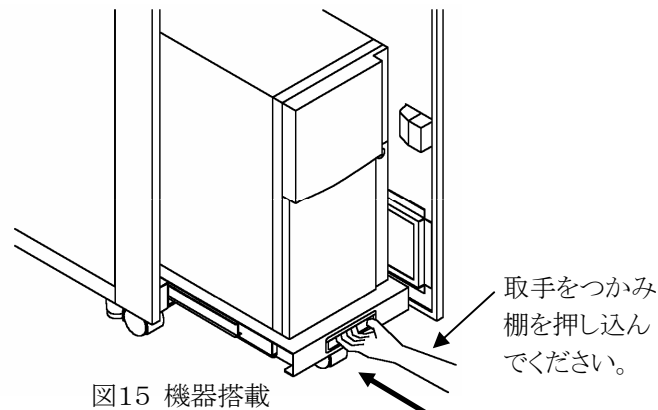

図15 機器搭載
- ② サーバーを載せましたら取手をつかみスライド棚をロックがかかるまで押し込んでください。(図15)